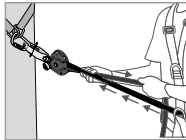
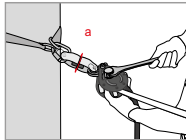

Fig 3
Fig 4
När du har monterat livlinan måste du göra en förinställning av spänningen genom att för hand dra i linan (vid linans ände – Bild 3). Då bör kammen (8) och kampspaken (4) automatiskt komma i kontakt med linan. Fäll ned kampspaken (4) och använd sedan en lämplig nyckel för att ställa in spänningen på spänningsjusteringsstiftet (1) till dess att spänningsindikatorns bricka (a) som sitter på spänningsindikatorn (2) roterar fritt (Bild 4). Sluta att dra åt så fort brickan rör sig fritt! Förspänningen bör ligga på omkring 0,5 kN. Vid användning ska du kontrollera denna spänning (att spänningsindikatorns bricka roterar) och justera den vid behov enligt ovanstående beskrivning.